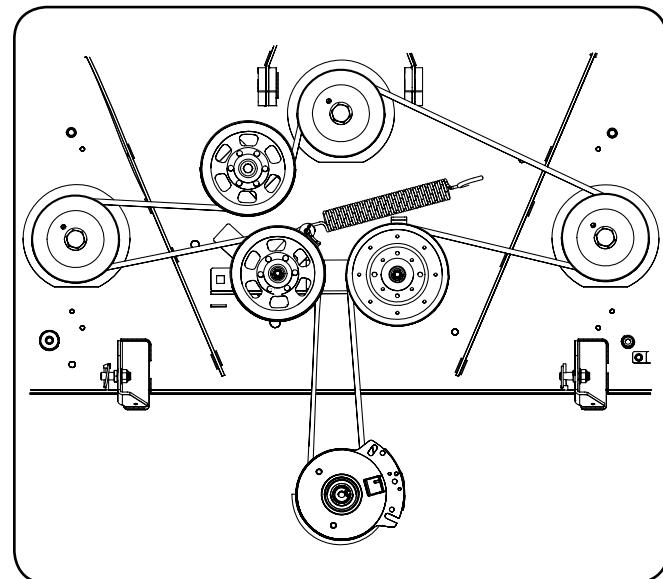

Figura 39
6. Coloque la correa alrededor de las poleas locas que extrajo en el paso 3 con el lado en "V" orientado hacia adentro. Una vez que todo esté en su lugar, vuelva a colocar los elementos de ferretería y ajuste la tuerca de seguridad con brida para sujetar el conjunto. Vea la Figura 39.
- Pase la correa como se indica en la Figura 39 y vuelva a instalar la plataforma (consulte Instalación de la plataforma).